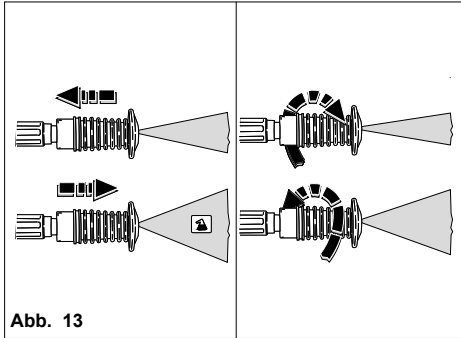

Abb. 13
BENUTZUNG DER REGULIERBAREN MULTI-REG-DÜSE (Abb. 13)
- Wenn der Hochdruckreiniger nicht benutzt wird, die Sicherheitsvorrichtung am Griff schließen. (Abb. 13)
- 2) Den Hochdruckreiniger anlaufen lassen, den Reinigungsmittelhahn (falls vorhanden) aufdrehen, die Steuerung für das Absaugen des auf der Lanze (Abb. 13) vorhandenen Reinigungsmittels betätigen und nun das Mittel von unten nach oben auf der ganzen, zu reinigenden Oberfläche verteilen. Ein paar Minuten lang einwirken lassen.